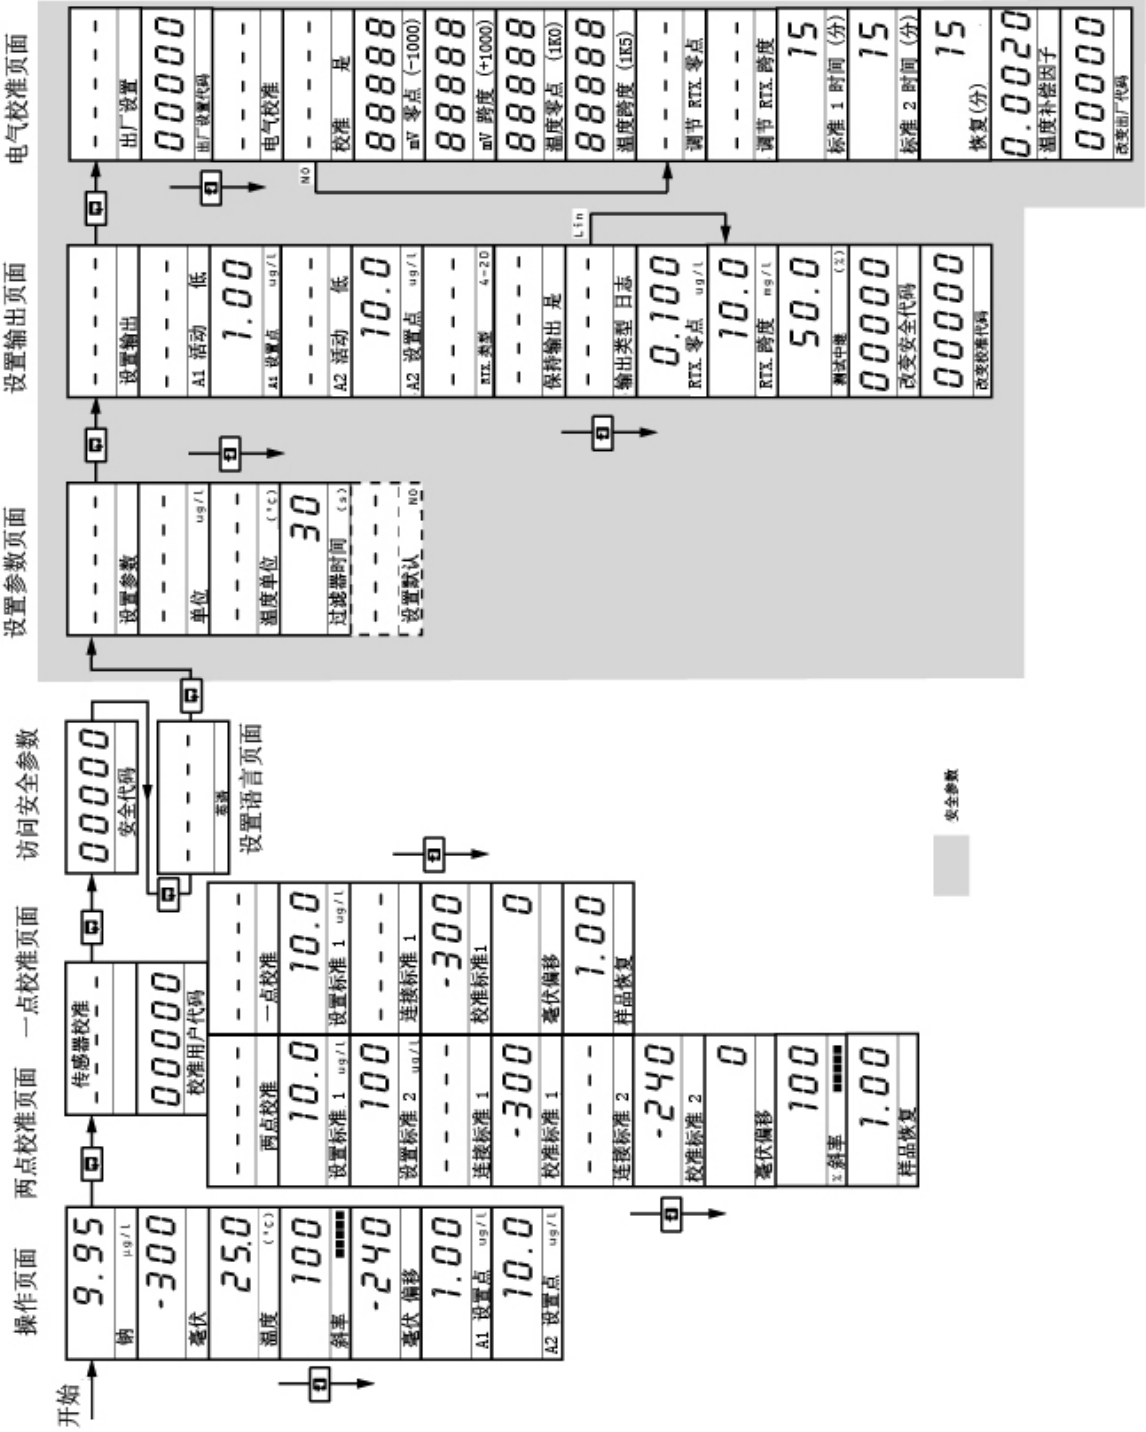

图 6.1 总编程图
6.1 仪器启动-图 6.1
总操作及编程图如图 6.1 所示。